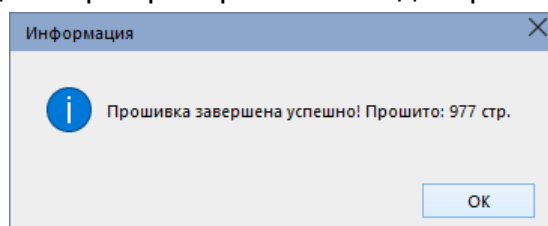

Рисунок 54 – Процесс завершения прошивки прибора
3.10.7 Дождитесь завершения операции прошивки прибора (рисунок 54). В процессе перепрошивки все три индикатора прибора мигают одновременно.